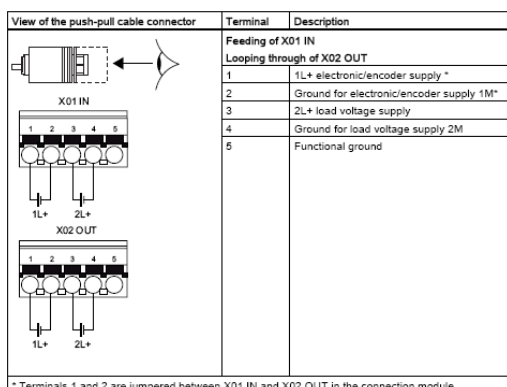

图 22 电源的连接
1) 系统中的 F-RSM 的供电是通过电源端子提供的，因而在连接接口模板的电源端子时，应当连接两路电源（DC 24V），否则 F-RSM 内部的 3TK2841 处于失电状态，从其运行灯的状态可以判断该路电源是否有连接（图 22）。